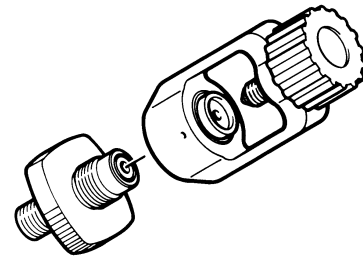

Abb. 8 Raccord international
- Les bouteilles à air comprimé pourvues d'un raccord international peuvent être raccordées au raccord allemand à l'aide du raccord de bouteille no. de commande 79375, voir Abb. 8.